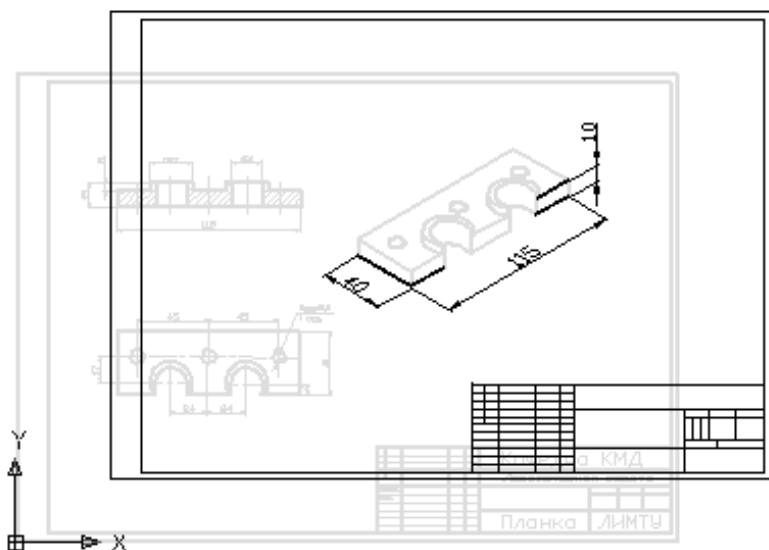

Рис. 18.7. Чертеж планки после выбора редактируемых объектов внешней ссылки
5. Выберите принадлежащие вхождению объекты, которые нужно отредактировать, и для завершения выбора нажмите клавишу <Enter>. В рассматриваемом примере следует выбрать две прямоугольные рамки чертежа изометрии, его штамп и размеры. После этого программа выйдет в командный режим, а линии чертежа станут бледнее, за исключением выделенных редактируемых объектов внешней ссылки (рис. 18.7).